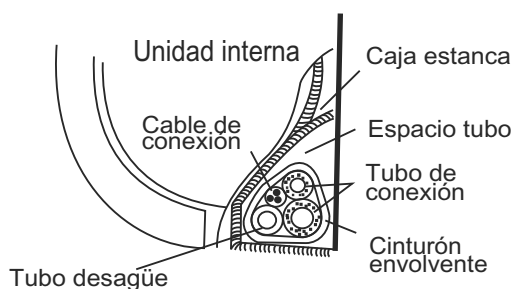

Fig.11
- Regule el panel en la dirección de la flecha en la Fig. 11 ligeramente para ajustar el centro del panel en el centro de la apertura del techo. Asegúrese de que los ganchos de las 4 esquinas están correctamente fijados.